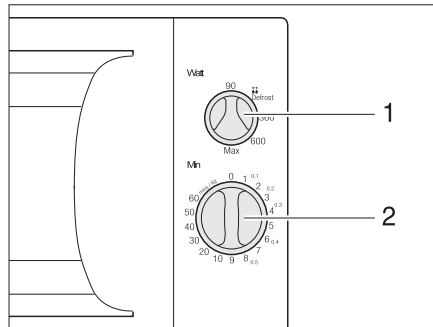

Fig. 128 Boutons de commande du four à micro-ondes
- Sélectionner la puissance sur le bouton tournant (Fig. 128,1).
- Sélectionner la durée de cuisson sur le bouton tournant (Fig. 128,2). La cuisson commence.